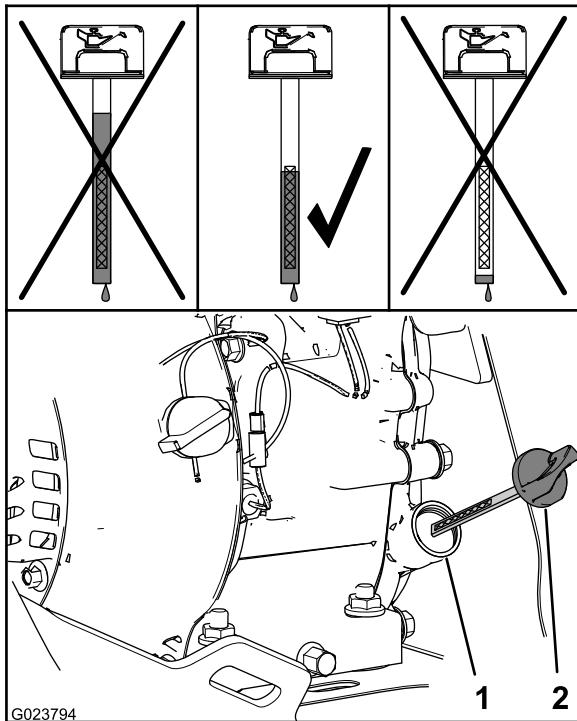

Figura 25
2. Rimuovete l'asta e controllate il livello dell'olio (Figura 25).
**Nota:** Il livello dell'olio deve essere nella parte superiore dell'indicatore sull'asta di livello (Figura 25).
- A. Versate l'olio specificato nel collo del bocchettone (Figura 25).